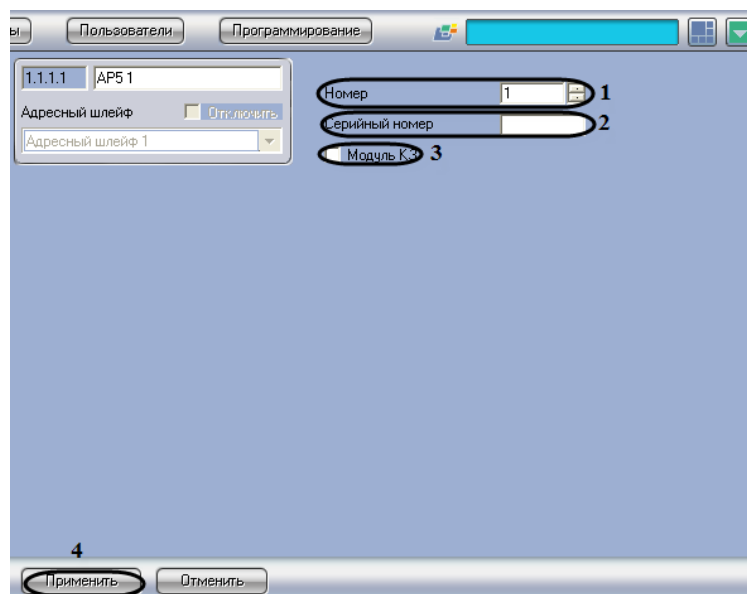

Рис. 3.5—12 Панель настроек объекта AP5
2. В поле **Номер** необходимо с помощью кнопок **вверх-вниз** ввести порядковый номер в списке устройств (см. Рис. 3.5—12, 1).
3. В поле **Серийный номер** необходимо ввести серийный номер устройства (см. Рис. 3.5—12, 2).